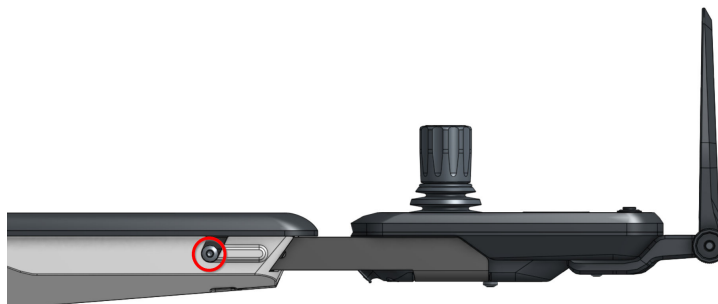

Figura 14. Viti da allentare per regolare la posizione della console di comando (allentare su entrambi i lati)
1. Allentare le due viti (Figura 14, «Viti da allentare per regolare la posizione della console di comando (allentare su entrambi i lati)» [24]).